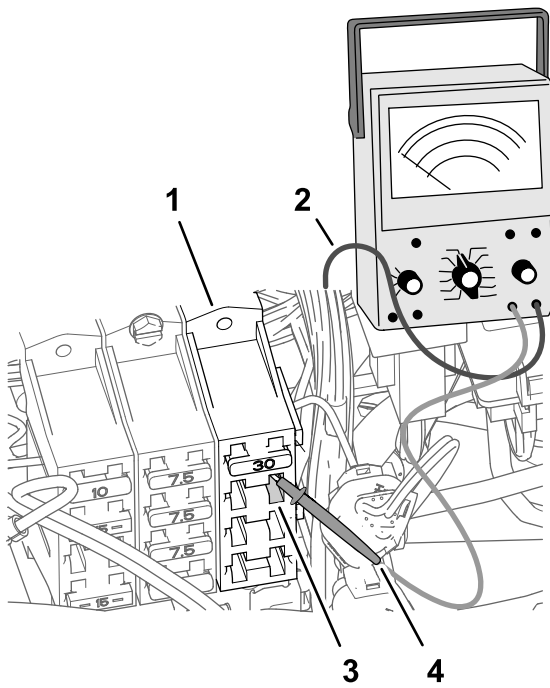

Figura 187
2. No bloco de fusíveis 3 da máquina, insira a sonda do multímetro no contacto 4 (na coluna direita) da tomada do fusível 2 como se mostra na Figura 187.